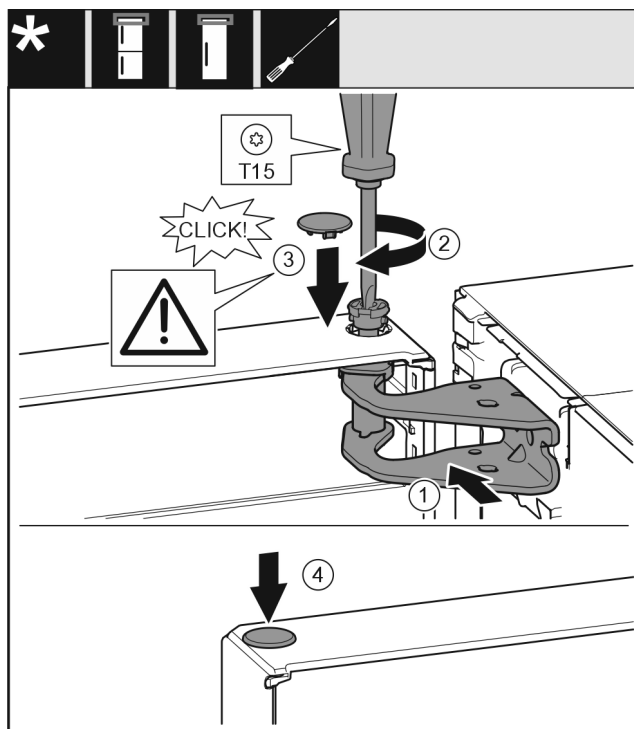

Fig. 21
- ▶ Orienter la porte en haut pour l'ouverture dans le support de palier. Fig. 21 (1)
- ▶ Poser le boulon et le visser avec un tournevis T15. Fig. 21 (2)
- ▶ Monter le cache de sécurité pour sécuriser la porte : Mettre en place le cache de sécurité et vérifier qu'il repose sur la porte. Sinon, enfoncer à fond le boulon. Fig. 21 (3)
- ▶ Mettre le bouchon en place. Fig. 21 (4)